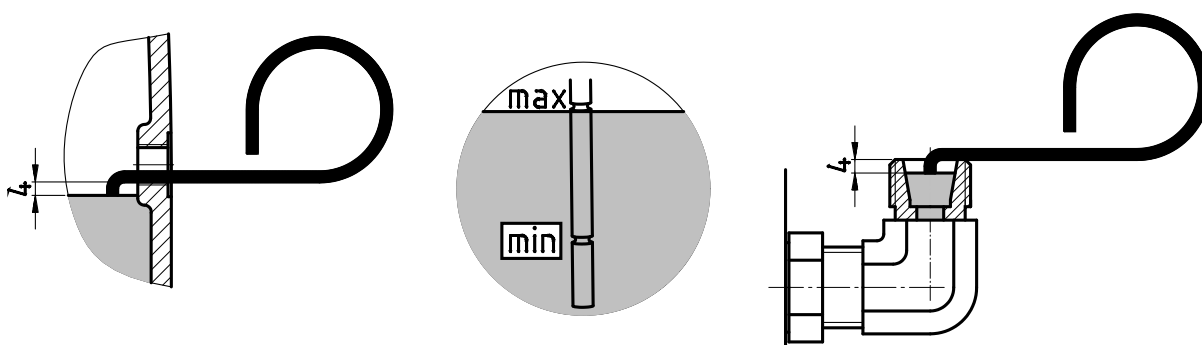

Figura 27: Comprobar el nivel de aceite con la varilla de nivel.
1. Los reductores coaxiales estándar con el modo de construcción M4 (V1 y V5) incorporan, para verificar el nivel de aceite, Figura 27 el codo mostrado (imagen derecha), el cual debe estar en posición vertical hacia arriba. Antes de comprobar el nivel del aceite, desatornille el tapón válvula.
3. Compruebe el nivel del aceite en el reductor con la varilla de nivel adjunta (n.º de pieza: 283 0050) tal y como se indica en Figura 27 (imagen izquierda y derecha). Para ello hay que mantener en posición vertical la parte de la varilla de nivel que se sumerge en el aceite.
El nivel de aceite debe comprobarse con ayuda del tapón roscado con varilla de nivel (rosca G1¼) en el depósito de nivel de aceite. El nivel del aceite debe aparecer entre la marca inferior y la superior con la varilla de sonda totalmente enroscada véase Figura 27 (imagen central). Estos reductores solo pueden funcionar en la posición de montaje indicada en el capítulo 7.1 "Formas constructivas y posición de montaje".